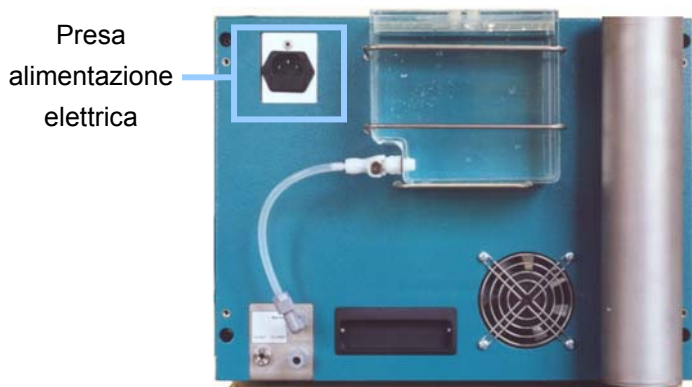

Fig. 10 Posizione presa d'alimentazione elettrica
- Identificare la presa d'alimentazione elettrica del generatore posta sul retro dello stesso (Fig. 10)